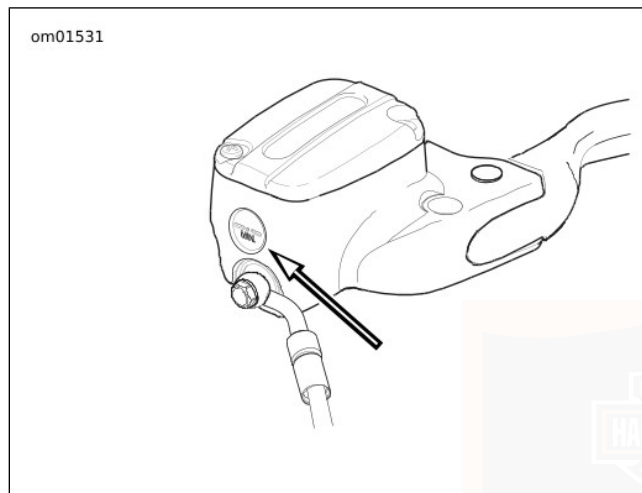

Figure 67. Jauge à vitre de réservoir d'embrayage
2. Voir Figure 67. Observer la jauge à vitre du réservoir. Vérifier que le niveau de liquide est sur la ligne MIN ou au-dessus. Si le niveau de liquide est bas, passer à la prochaine étape.